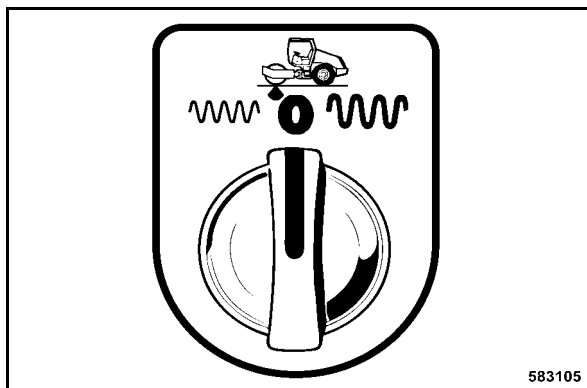

Fig. 48
- Commuter l'interrupteur rotatif de la vibration, présélection de l'amplitude (Fig. 48) sur position "0".